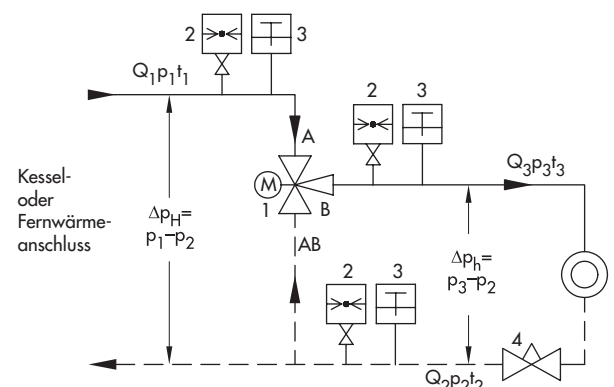

Bild 5: Erforderliche Druck-Temperaturmessgeräte für ein Ventil mit Strahlpumpe
Bild 5 zeigt eine Anlage, die mit einem Stellventil mit Strahlpumpe ausgerüstet ist. Der Netzvorlauf (Q_1) bildet den Treibstrom der Strahlpumpe. Er saugt das Wasser aus dem Netzurücklauf (Q_2). Das Mischungsverhältnis der Durchflüsse Q_1 und Q_2 und die zugeordneten Temperaturen t_1 und t_2 bestimmen die dem Verbraucher zugeführte Temperatur t_3 . Bei dieser Anordnung wird der Förderstrom (Q_3) bei abnehmendem Wärmebedarf kleiner und bei steigender Belastung größer.
Bei Anlagen mit Strahlpumpen sind die im Bild 5 dargestellten Druck- und Temperaturanzeiger für das Ein- und Nachregulieren der Anlage erforderlich. Die Anzeiger oder entsprechende Prüfanschlüsse sollen so angeordnet sein, dass der Abstand zu den Ventilanschlüssen A, B und AB möglichst klein ist. Die Manometer der Drücke p_1 , p_2 und p_3 dienen auch der Ermittlung der Differenzdrücke $\Delta p_H = p_1 - p_2$ und $\Delta p_h = p_3 - p_2$. Das Drosselventil (4) dient zum Abgleich von Druck- und Temperaturverhältnissen.
Legende Bild 5